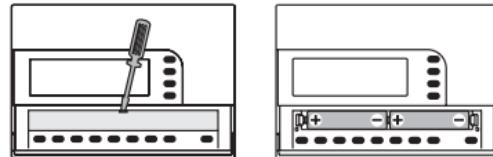

Fig. 7.i
- Open the button cover (fig. 7.i)
- Ouvrir le volet de la loge des touches (fig. 7.i)
- Öffnen Sie die Tastatur-Schutzklappe (Abb. 7.i)
- Aprire lo sportello copritasti (fig. 7.i)
- Abrir la puerta que cubre las teclas (fig. 7.i)